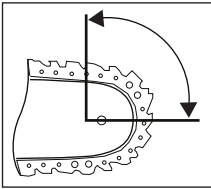

Abb. 1
- Eine Berührung mit der Schienenspitze kann in manchen Fällen zu einer unerwarteten, nach hinten gerichteten Reaktion führen, bei der die Führungsschiene **23** nach oben und in Richtung der Bedienperson geschlagen wird (siehe Abb. 1).